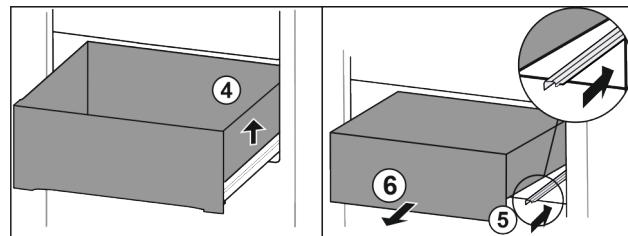

Fig. 14\*
- Zásuvku vpravo nadzvedněte Fig. 14 (4).\*
- Zasuňte pravou kolejničku Fig. 14 (5).\*
- Zásuvku odeberte směrem dopředu Fig. 14 (6).\*